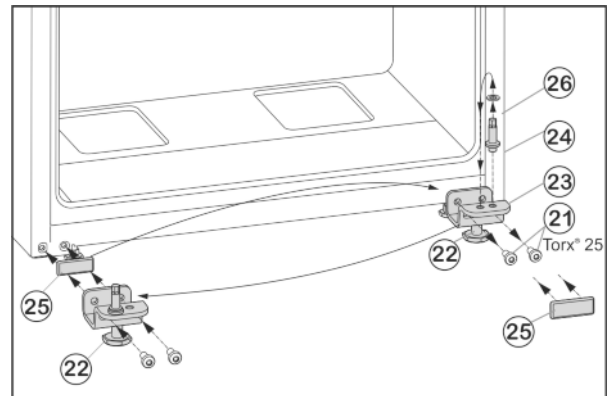

Fig. 9
- ▶ Tekerje le a rögzítőcsavarokat Fig. 9 (21).
- ▶ Vegye le a teljes alsó csapágybakot Fig. 9 (23) a csapszeggel Fig. 9 (24), az alátéttel Fig. 9 (26) és a beállító lábbal Fig. 9 (22).
- ▶ Csavarozza le a teljes csapágybakot Fig. 9 (24) az alátéttel Fig. 9 (26), helyezze át a csapágybak túlóldali felvevő furatába, és csavarozza vissza.
- ▶ Óvatosan vegye le a fedőlemezt Fig. 9 (25), és helyezze át az ellenkező oldalra.
- ▶ Csavarozza vissza a teljes alsó csapágybakot Fig. 9 (23) a csapszeggel Fig. 9 (24), az alátéttel Fig. 9 (26) és a beállító lábbal Fig. 9 (22) a csuklópánt új oldalán **erősen (4 Nm-es nyomatékkal)**, adott esetben egy akkus csavarhúzóval.
- ▶ Tekerje ki az állítólábat Fig. 9 (22) az alsó csapágybakból Fig. 9 (23), míg hozzá nem ér a talajhoz.